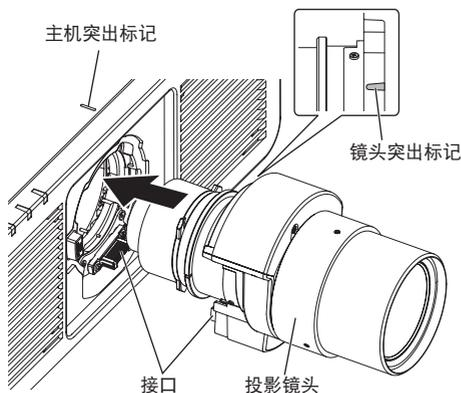

图1
- 1) 将投影镜头上的突出标记与主机上的突出标记对准，并将其完全插入（图1）。